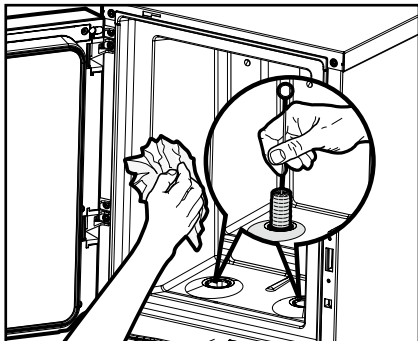

Fig. 25
4. Innvendig rengjøring av kjølerommet (fig. 25):